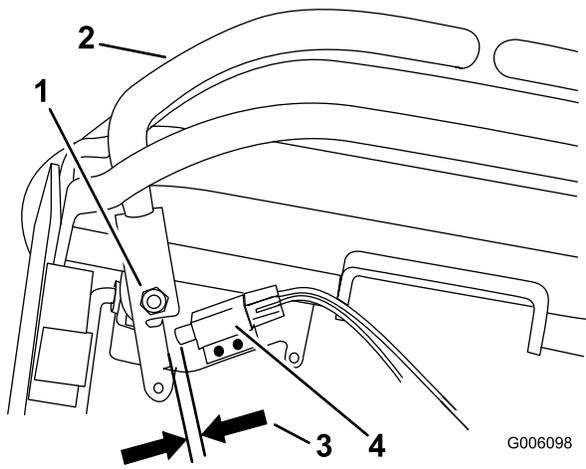

Figura 43
1. Compruebe la distancia entre la palanca de control y el interruptor, según se muestra en la Figura 43.
- Si es necesario, afloje los tornillos que sujetan el interruptor, y ajuste el interruptor (Figura 43).